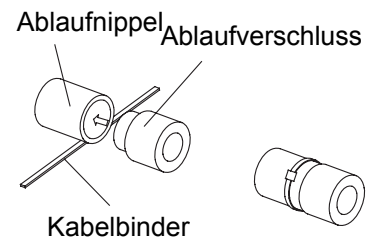

Abb. 27
8. Möchten Sie den Ablaufnippel rechts haben, ist der Ablaufverschluss nach links umzubauen. (Abb. 27)